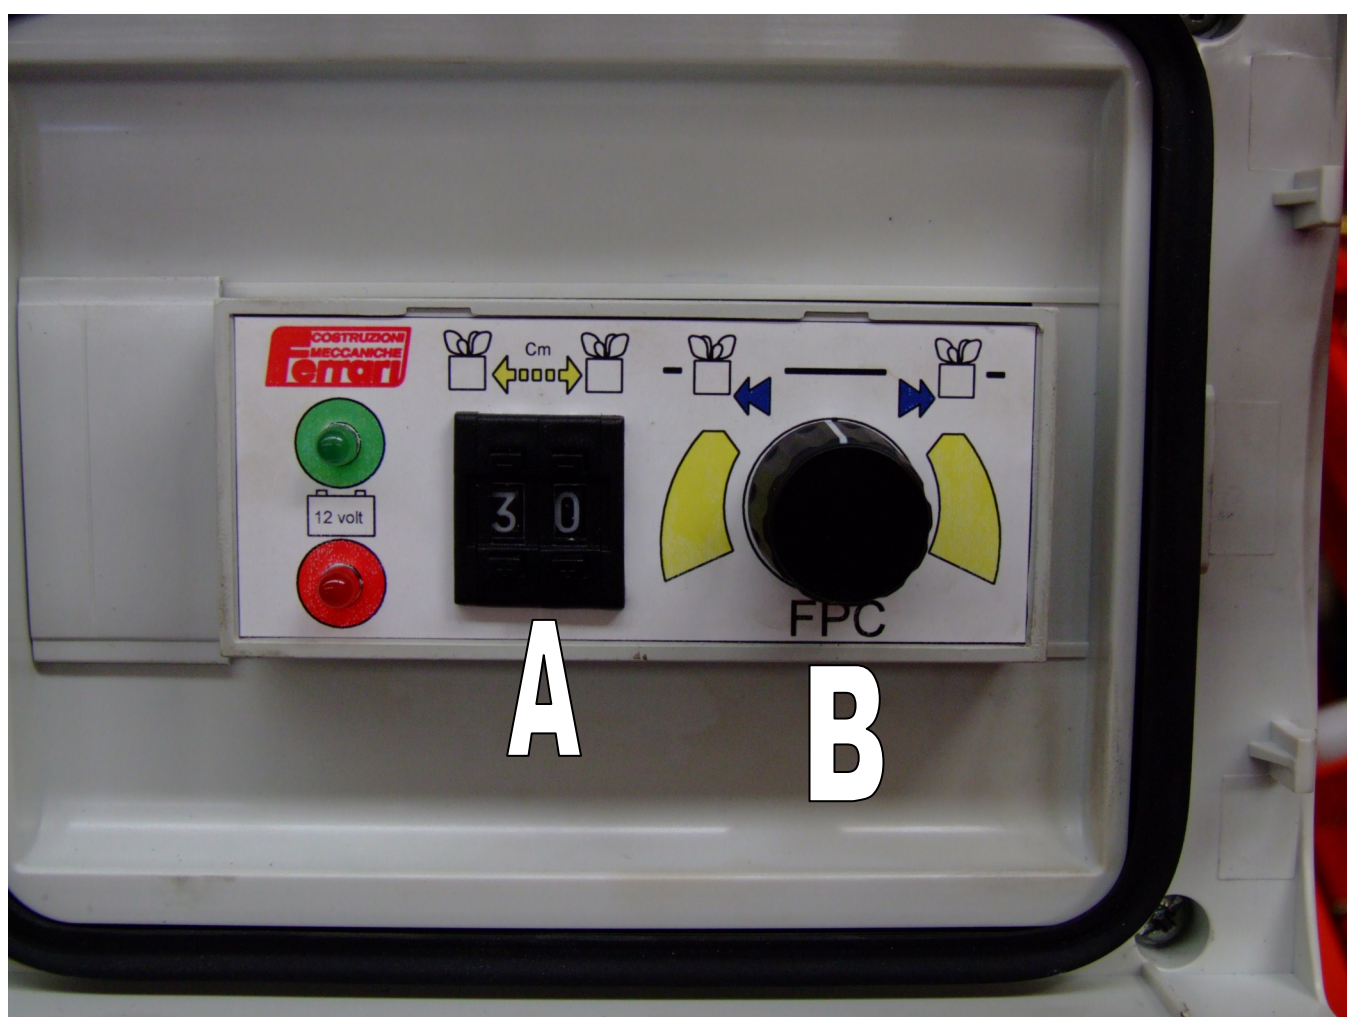

FIG.17
**21.1-**La macchina è dotata di una centralina elettronica per regolare la distanza fra le piante fig 17. Il led verde indica il corretto funzionamento della centralina, mentre il led rosso indica una tensione di alimentazione insufficiente; agendo sul contraves **A** si imposta la distanza in centimetri fra una pianta e l'altra.